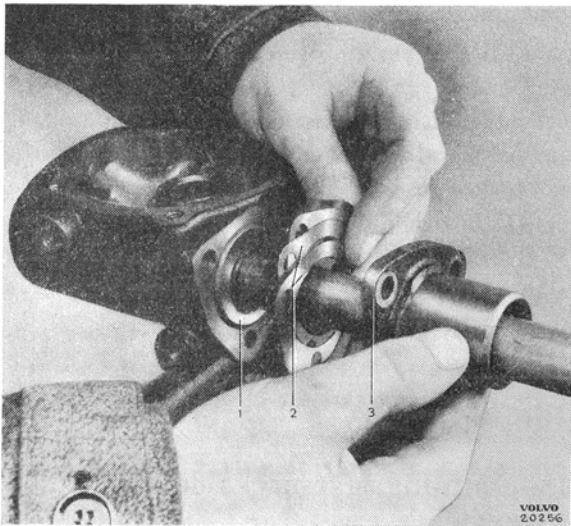

Bild 26. Justering av lagerspel.
4. Placera snäckskraven i styrhuset. Montera övre locket. Se bild 26. Justera med justermellanlägg så att rattaxeln går lätt, dock utan att glappa när skruvarna dragits åt. OBS! Var försiktig så att lagren ej skadas i den händelse för många mellanlägg borttagits.